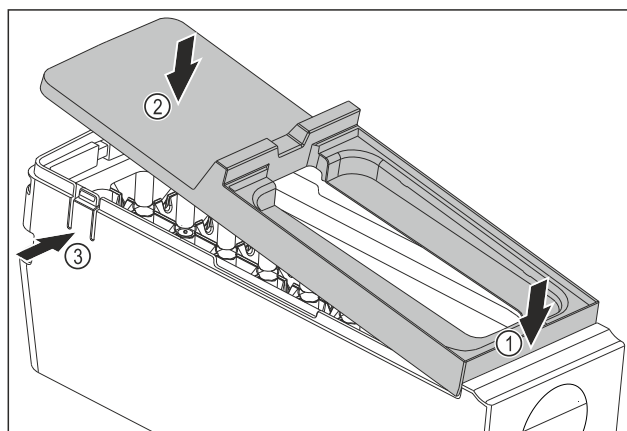

Fig. 85
- ▶ Montering af EasyTwist-Ice-legemets afdækning: Påsæt afdækningen foran. Fig. 85 (1)
- ▶ Sænk afdækningen bagtil. Fig. 85 (2)
- ▷ Afdækningen går hørbart i indgreb i begge lasker Fig. 85 (3).